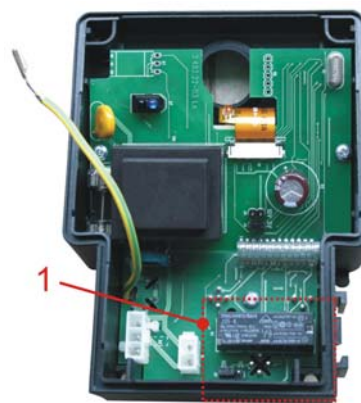

Fig. 7.25 Conversion du matériel pour le contact d'alarme
Une fois l'avant de pompe (fig. 7.25) ouvert et déposé, le relais d'alarme à contact inverseur (fig. 7.25, pos. 1) est accessible sur la platine de commande.